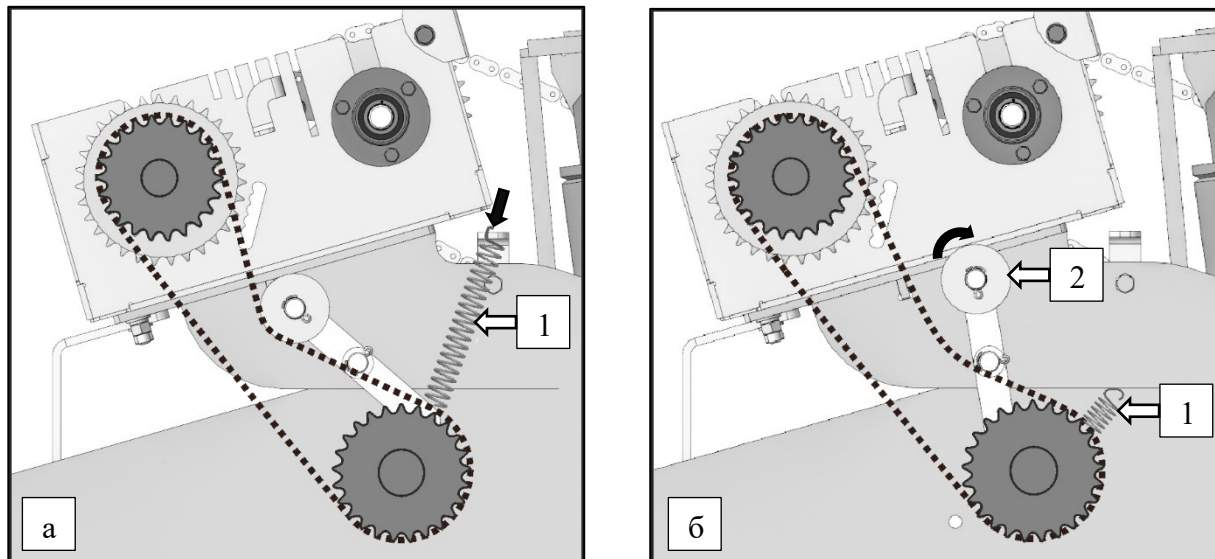
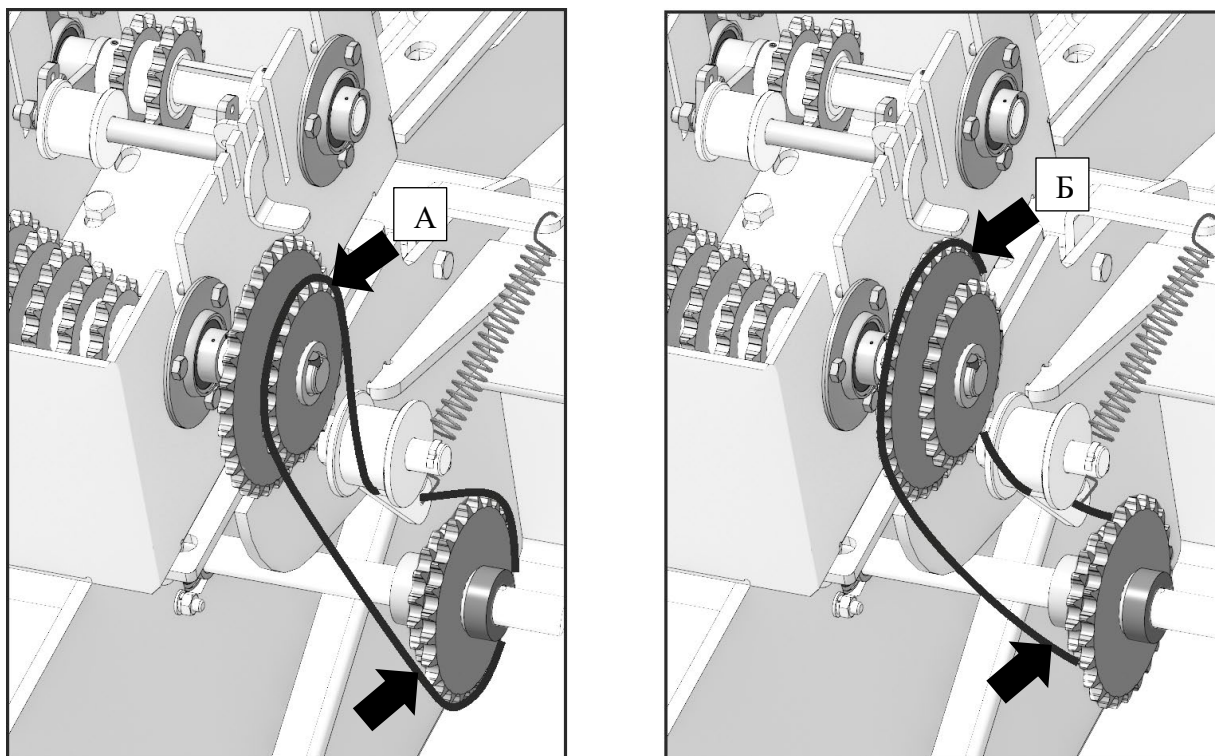

Рисунок 30 – Последовательность переустановки цепи:
Рисунок 31 – Переустановка цепи с положения А в положение Б
1. Вывести из зацепления пружину натяжителя (1), рис. 30 а, рис. 30 б.
2. Отодвинуть ролик натяжителя (2) от цепи, рис. 30 б.
3. Переустановить цепь на выбранную пару звёзд в соответствии с необходимой нормой высева, рис. 31.
4. Подвинуть ролик натяжителя (2) обратно к цепи.
5. Установить пружину натяжителя (1) обратно, рис. 30.